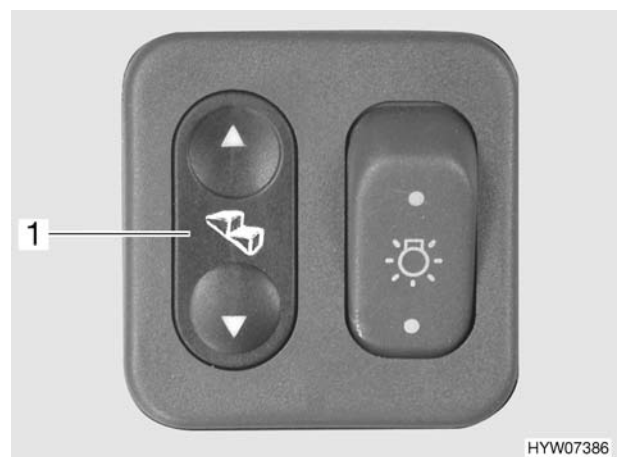

Bild 2 Wippschalter für Eintrittstufe
- Wippschalter (Bild 2,1) im Eingangsbereich drücken.